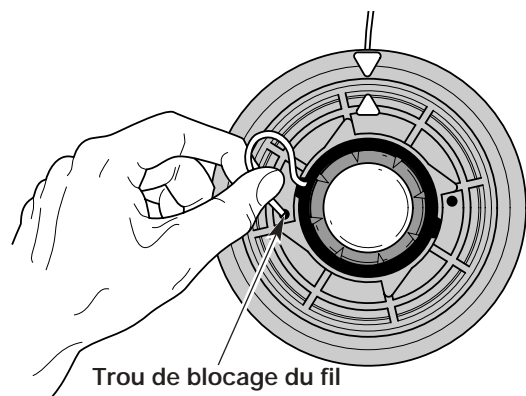

Fig. 16
5. Insérez le fil dans le trou de blocage. N'enfoncez pas le fil de plus de 12,7 mm (1/2 po) dans le trou. S'il est inséré correctement, le fil forme une petite boucle (Fig. 16).